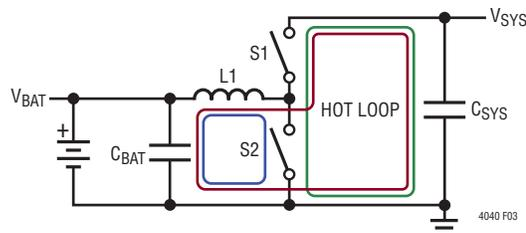

図3. LTC4040スイッチング・コンバータのホット・ループの説明図
1. コンバータが降圧モードと昇圧モードの両方で動作できる場合でも、高周波スイッチング電流を含むホット・ループは1つだけです。図3の簡略図を使用して、LTC4040スイッチング・コンバータでのホット・ループについて説明することができます。スイッチS2 (NMOS)が閉じている場合、電流は青のループをたどり、スイッチS1 (PMOS)が閉じている場合は赤のループをたどります。したがって、コンデンサC_{BAT}を流れる電流が連続的であるのに対して、C_{SYS}を流れる電流は不連続であり、緑のループで示すように、V_{SYS}ピンとGNDの間にホット・ループを形成していることは明白です。EMIの大きさはこのループの面積に正比例するので、V_{SYS}のコンデンサは、他の何よりも最優先で、V_{SYS}ピンにできるだけ近づけて配置し、コンデンサのグラウンド側は多数のビアを介してグラウンド・プレーンに戻します。